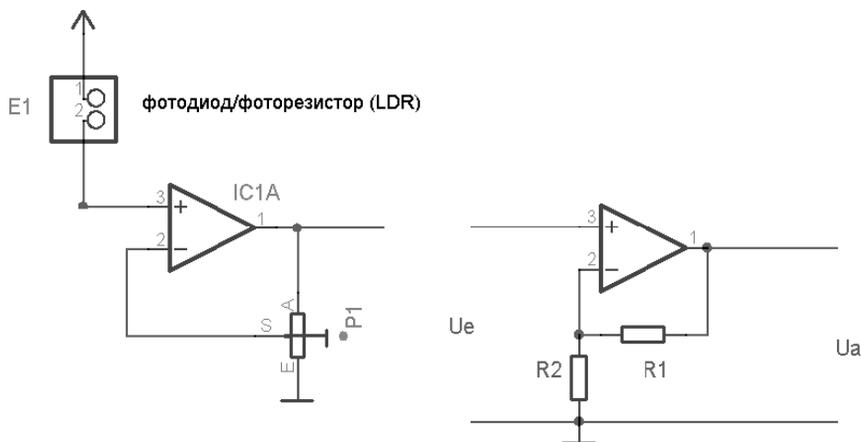

Рис. 10.11
2. Потенциометр P1 находится в среднем по схеме положении (рис. 10.11, слева). Усиление ОУ определяется из выражения:  $U_a/U_e = 1 + (R1/R2)$  (см. рис. 10.11, справа). Поскольку R1 и R2 в среднем положении одинаковы, то коэффициент усиления схемы с ОУ будет равен 2. Если потенциометр P1 будет находиться в интервале от крайнего верхнего положения до среднего, то коэффициент усиления составит значения от 1 до 2.